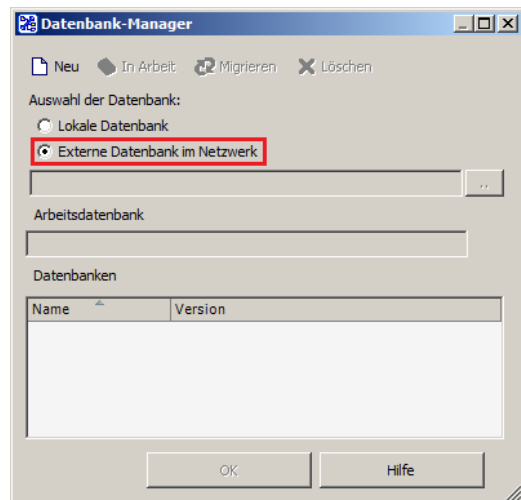

Abbildung 16
- 4.2. In Schritt 1 (Abb. 16) geben Sie den Installationsordner der Standard Parts als UNC-Pfad ein